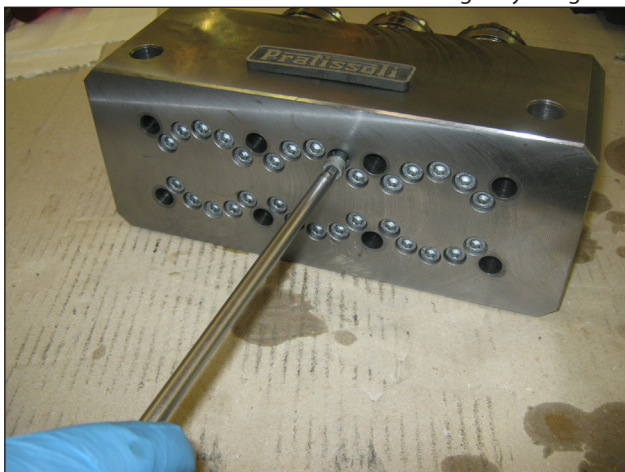
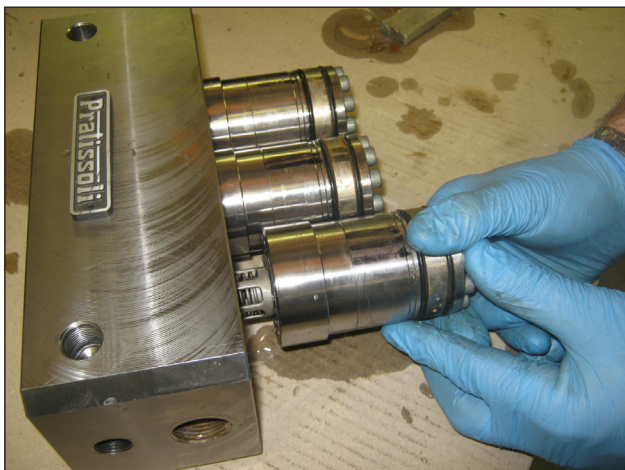

Fig. 21
Fig. 22
- Extraer los tornillos M6x75 que fijan las camisas a la cabeza como se indica en la Fig. 21 y seguir los pasos indicados en la Fig. 22.